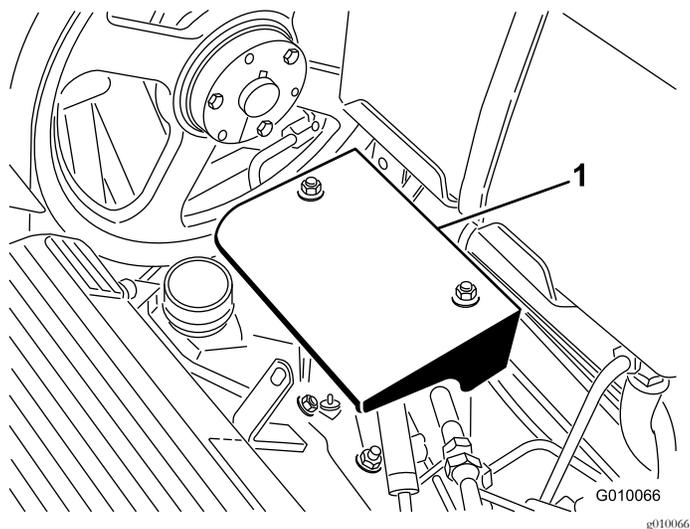

Рисунок 56
3. Отверните 2 гайки крепления кожуха насоса и снимите кожух (Рисунок 56).
3. Отвинтите 2 гайки крепления кожуха насоса и снимите кожух (Рисунок 56).